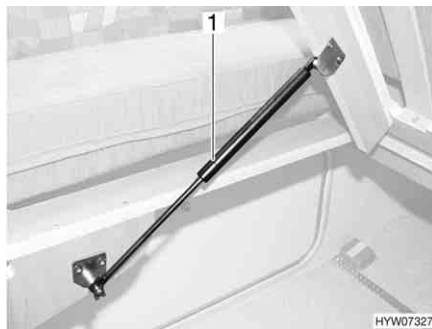

Bild 109 Fast säng
- Lyft ribbotten. Gasfjädrarna (Bild 109,1) håller kvar ribbotten i öppet läge.